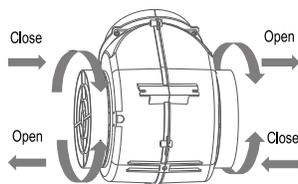

Рисунок 12
- Для отсоединения угольного фильтра, следует сначала снять жиросовлавливающий фильтр. См. рисунок 12.